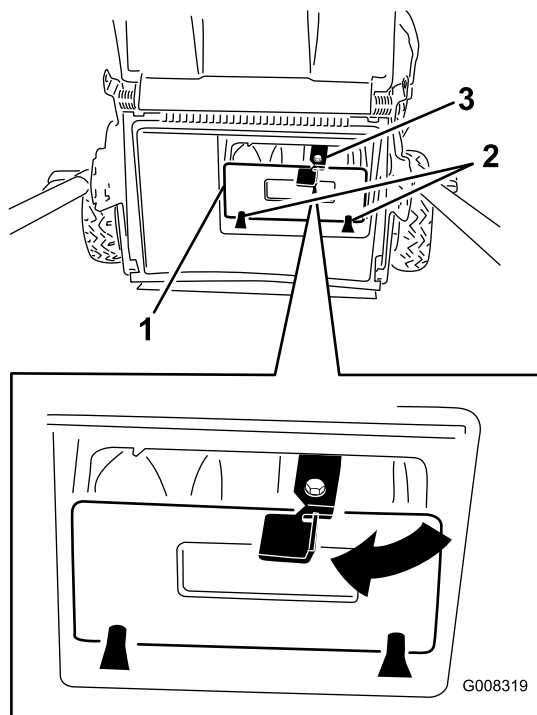

Figura 27
5. Gire la palanca del cierre en el sentido de las agujas del reloj a la posición de cerrado (Figura 27).